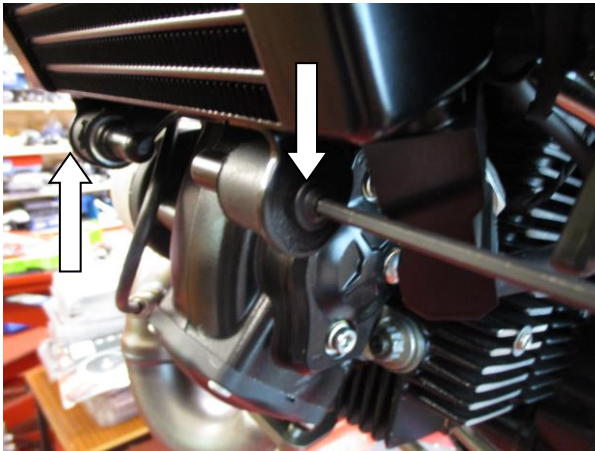
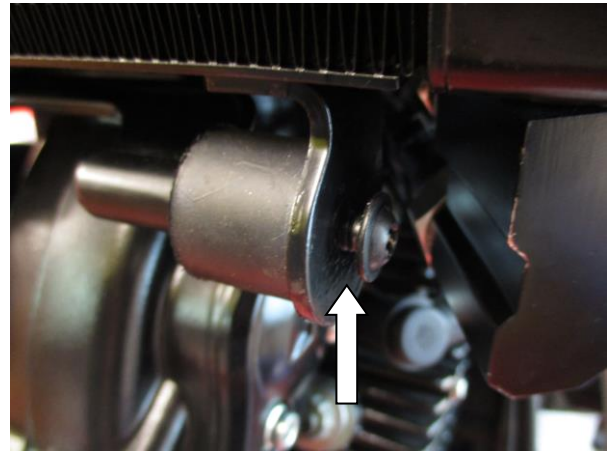

Abbildung 1
Abbildung 2
- Lösen Sie die zwei Schrauben unten am Kühler (siehe Abbildung 1), um 3mm Abstand zwischen den Schrauben und dem Kühler zu bekommen (siehe Abbildung 2).